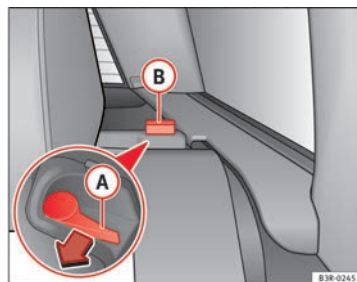

Fig. 125 Palanca de desbloqueo del respaldo
- Oprima la palanca de desbloqueo (A) ⇒ fig. 125 en la dirección de la flecha.